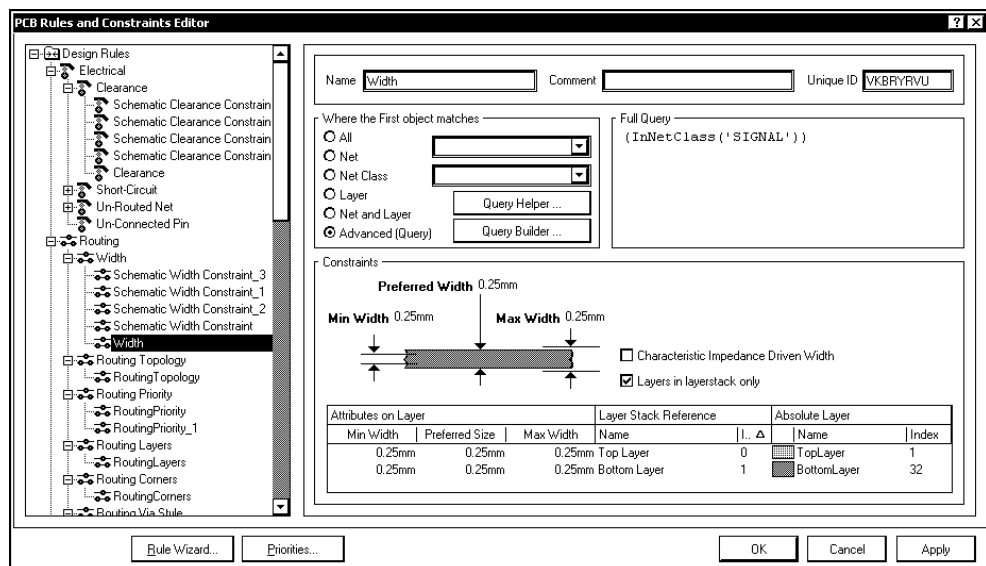
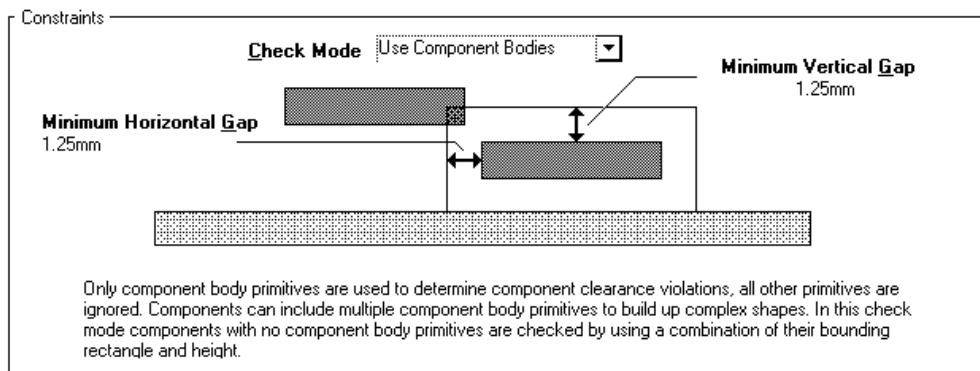
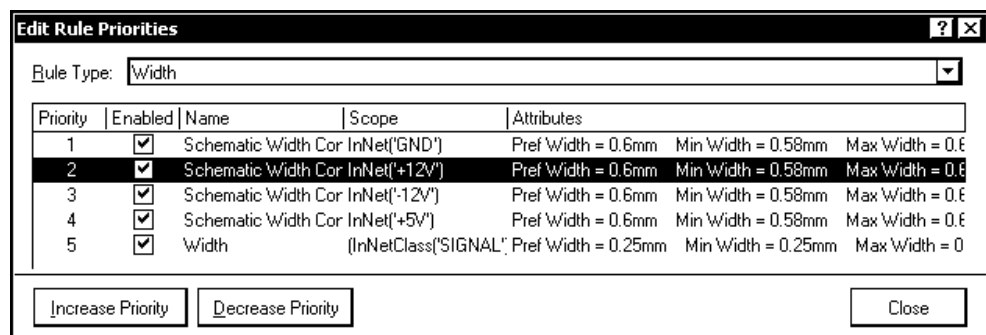

Рис. 5.4. Диалог назначения правил выполнения печатного монтажа
Рис. 5.6. Правило для зазоров между корпусами компонентов
Рис. 5.7. Управление приоритетом правил для ширины проводников
1. Активируем команду главного меню **Design | Rules**. В дереве правил диалогового окна **PCB Rules and Constraints Editor** (рис. 5.4) можем наблюдать узлы, образованные правилами, настроенными для класса цепей питания и "земли" в среде схемного редактора (см. разд. 4.2.6). Для каждой из четырех цепей ограничения, наложенные на допустимую величину зазоров и допустимую ширину печатных проводников, образуют узлы с именами **Schematic Clearance Constraint** и **Schematic Width Constraint**.
2. Выберем курсором в дереве правил один из узлов **Schematic Width Constraint**. В правой половине окна (рис. 5.4) в поле **Constraints** изображен эскиз фрагмента печатного проводника с обозначением минимальной, номинальной и максимально допустимой ширины проводника. Ниже эти же данные представлены в виде таблицы, в которой приведено также цветовое обозначение проводников на сигнальных слоях **Top Layer** и **Bottom Layer**.
1. В дереве правил диалогового окна (см. рис. 5.4) выбрать узел **Width** (Ширина).
- Щелчком на кнопке **ОК** завершить диалог формирования запросов. В окне настройки правил (см. рис. 5.4) кнопкой **Apply** зафиксировать выполненные изменения правил.
В поле **Query Preview** выводится строка **InNetClass('Signal')**. Щелчком на кнопке **ОК** закроем формирование запросов, и в окне (см. рис. 5.4) зафиксируем настройку кнопкой **Apply** (Применить).
правил диалогового окна (см. рис. 5.4) узел **Placement | Component Clearance** (Размещение | Зазор между компонентами). В поле **Constraints** изображается диаграмма (рис. 5.6), позволяющая установить необходимые значения зазоров.
При назначении нескольких однородных правил-ограничений, например ширины проводников для разных цепей или классов, программа выстраивает их приоритеты в той последовательности, в которой назначались правила и обозначает приоритеты порядковыми номерами, начиная с единицы. Для изменения приоритета щелчком кнопки **Priorities** в окне на рис. 5.4 активизировать диалог редактирования приоритетов. Откроется диалоговое окно **Edit Rule Priorities** (рис. 5.7).
По-другому устанавливается приоритет правила **Routing Priority**, которому назначается атрибут **Priority** непосредственно в правом поле окна на рис. 5.4. Значение атрибута **Priority** можно установить в пределах 0...100 (100 —
6. Двойным щелчком левой кнопки мыши выбранное правило вызывается для редактирования. Открывается диалоговое окно с именем **Edit PCB Rule — Max-Min Width Rule**, фактически повторяющее правое поле окна, приведенного на рис. 5.4. Процедура редактирования правила, рассмотренная в *разд. 5.3*, полностью применима в данном случае.
- **Use Component Bodies** (дословно: использование тела компонента) — правило, распространяющееся на компоненты, имеющие трехмерную модель корпуса: в поле **Constraints** строится диаграмма (см. рис. 5.6), на которой указывается не только зазор между компонентами на плоскости ПП, но и зазор по высоте.